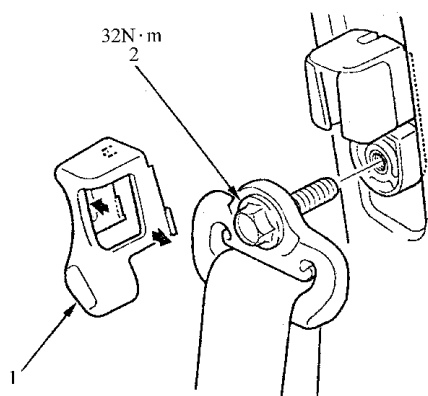

图 11-3 拆卸上部固定装置外罩
4) 如图 11-3 所示，拆卸上部固定装置外罩，然后，拆卸上部固定装置螺栓。